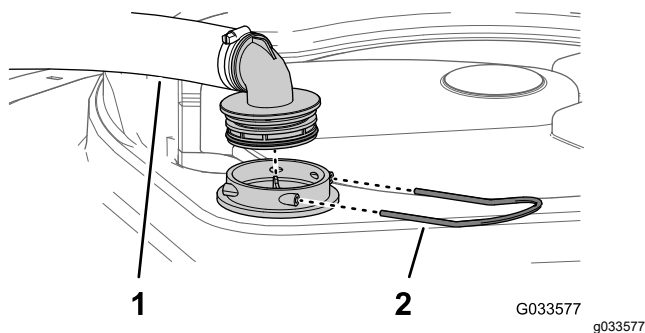

Figure 104
2. Au sommet de la cuve du pulvérisateur, retirez l'étrier de fixation qui fixe le raccord de flexible sur le grand flexible du logement du filtre (Figure 104).
3. Retirez le flexible et le raccord du logement du filtre (Figure 104).